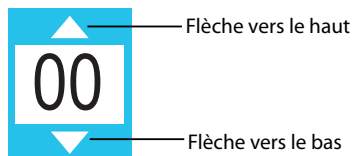

Figure 3-5 Configuration d'une option
3. Si une option peut être configurée, des flèches Haut et Bas sont affichées autour de l'option sélectionnée, comme illustré sur la Figure 3-5.